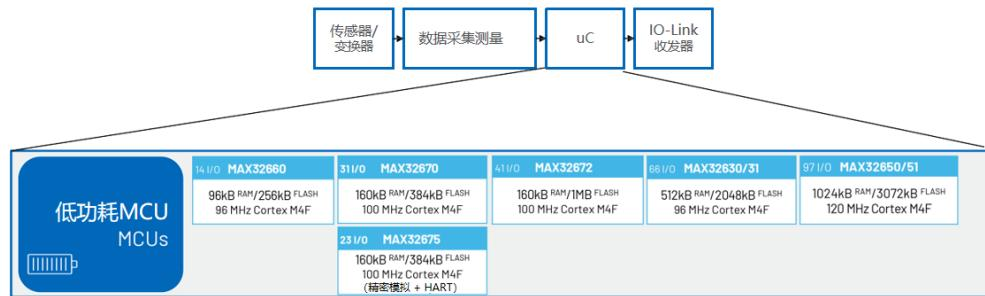

图9. 用于精密测试的微控制器处理器产品示例
**MCU**：每种测量解决方案都将连接到数字主机或微控制器，图9示例了低功耗微控制器产品系列。**MAX32660**是一款出现频率较高的低功耗微控制器MCU系列，为Cortex M4处理器，满足使用者对闪存、存储器、时钟等的不同要求。